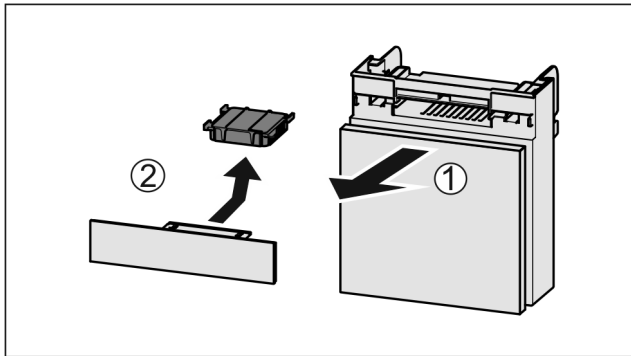

Fig. 99
- ▶ Vytiahnite zásuvku smerom dopredu Fig. 99 (1).
- ▶ Vyberte aktívny uhlíkový filter Fig. 99 (2).